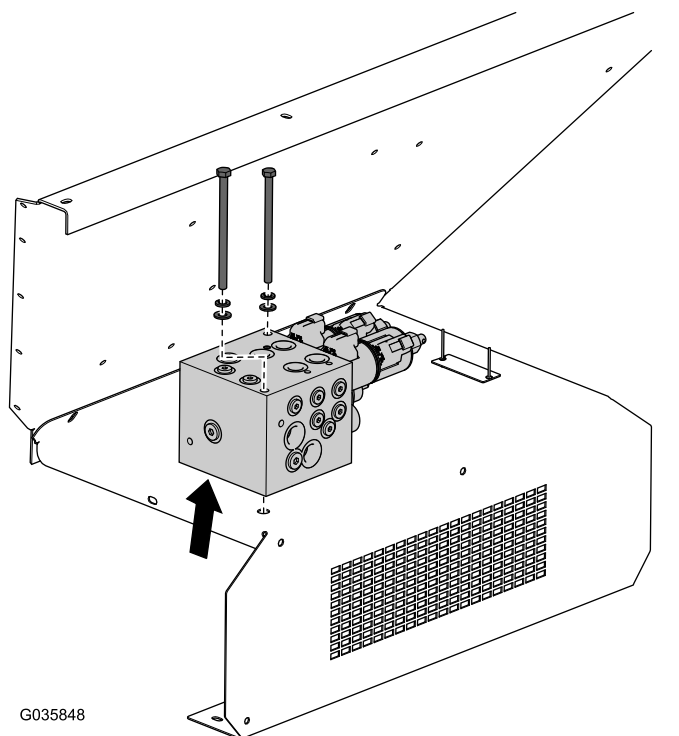

Figura 5
1. Retire os parafusos e as anilhas do bloco do coletor e guarde-os para instalação posterior (Figura 5).
3. Levante e afaste o coletor da proteção de lavagem o suficiente para retirar a proteção de lavagem existente (Figura 5).